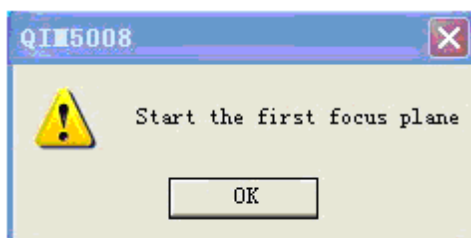

Figure 3-29
- IV. Cliquer sur le bouton . La boîte de dialogue de la Figure 3-29 s'ouvre. Elle demande si vous souhaitez commencer la recherche des coordonnées en Z du premier plan focal. Cliquer sur le bouton OK.